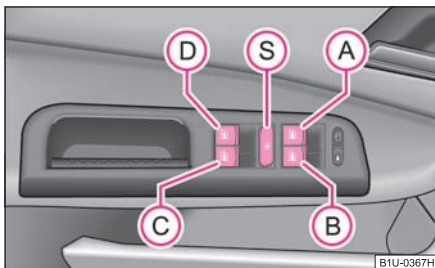

Fig. 41 Tastele din ușa conducătorului
Tastele pentru fiecare geam se găsesc în cotiera din ușa conducătorului ⇒ fig. 41, pasagerului din dreapta și în ușile din spate*.
Apăsând comutatorul de siguranță (S) ⇒ fig. 41, puteți scoate din funcțiune tastele din ușile din spate. Apăsând încă o dată comutatorul de siguranță (S), puteți restabili funcționarea tastelor din ușile din spate.
- Când se transportă copii pe locurile din spate, vă recomandăm să scoateți din funcțiune comutatoarele din ușile din spate (comutatorul de siguranță) (S) ⇒ fig. 41.